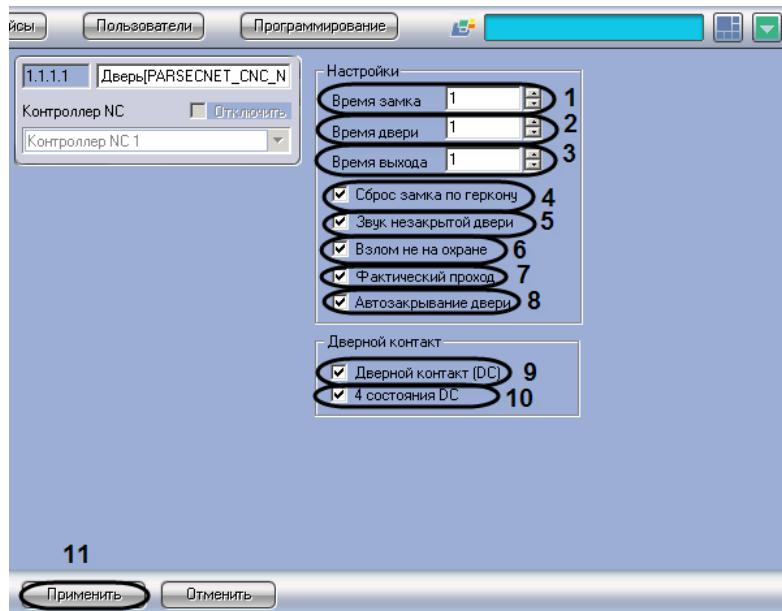

Рис. 3.4—11 Настройка точки прохода Дверь
2. В поле **Время замка** ввести период времени в секундах, в течение которого замок двери остаётся открытый (см. Рис. 3.4—11, 1).
3. В поле **Время двери** ввести время в секундах, отсчитываемое после окончания времени замка и по истечении которого контроллер генерирует тревожное событие **Дверь оставлена открытой** (см. Рис. 3.4—11, 2).